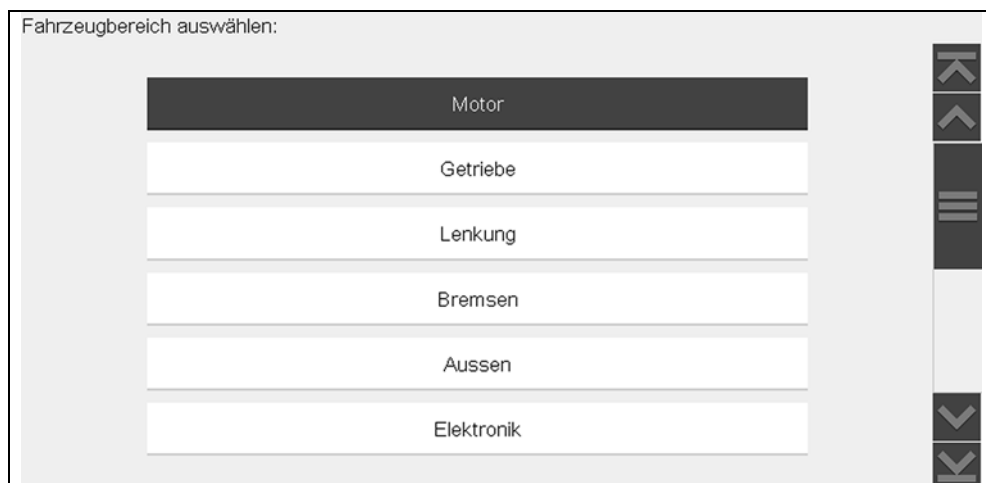

Abbildung 10-2 Fahrzeugbereich-Menü
4. Wählen Sie einen Fahrzeugbereich aus (z. B. Motor, Getriebe, Bremsen, usw) (Abbildung 10-2).